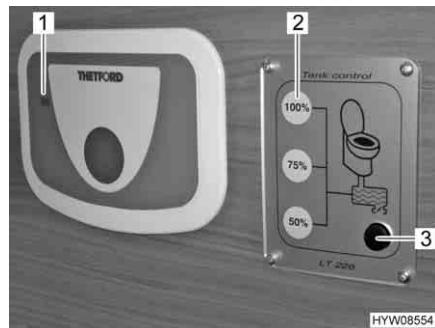

Fig. 114 Pannello di controllo per serbatoio fiscale aggiuntivo
Quando il serbatoio fisso della toilette è pieno e la spia di controllo (Fig. 114,1) accanto al pulsante dello sciacquone si accende, grazie ad una pompa elettrica si può svuotare il contenuto del serbatoio fisso in un altro serbatoio fisso aggiuntivo.
- Premere e tenere premuto il tasto (Fig. 114,3) per la pompa.
- Quando l'indicatore di livello (Fig. 114,2) del serbatoio fiscale aggiuntivo visualizza 100 %, rilasciare il tasto. Significa che il serbatoio fiscale aggiuntivo è pieno.